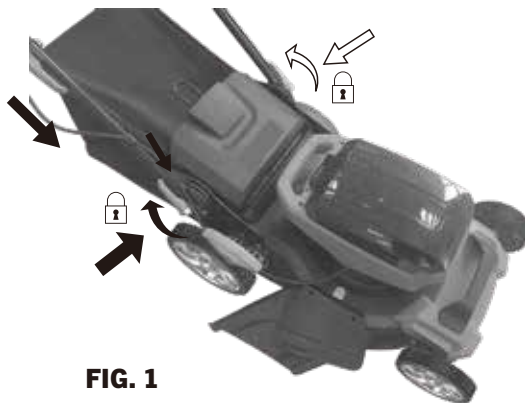

FIG. 1
1. Alignez le trou de montage du guidon inférieur avec le boulon du support du guidon (fig. 1).
2. Fixez la rondelle au boulon et fixez le guidon inférieur en tournant le levier (1) vers le haut pour serrer.